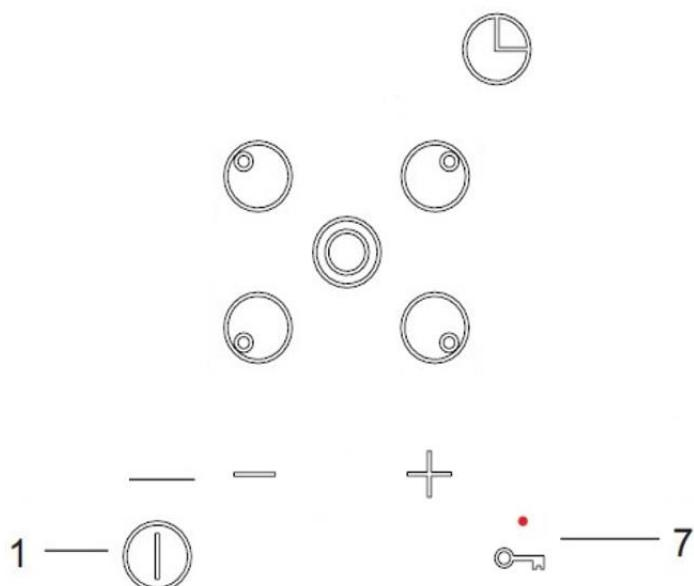

Рис. 7
При подключении прибора к электросети, автоматически включается блокировка панели управления и загорается соответствующая контрольная лампочка (7) (рис. 7). Чтобы начать работу, необходимо нажать на кнопку блокировки (7) (рис. 7) и держать ее, пока не погаснет контрольная лампочка.
Чтобы включить варочную поверхность, необходимо нажать кнопку [ON/OFF] (1) (рис. 7) на 1 секунду. Прозвучит короткий звуковой сигнал, загорятся и начнут мигать индикаторы около конфорок с цифрами «0».